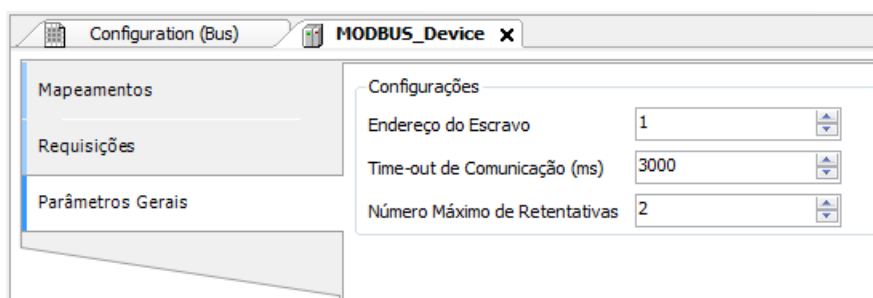

Figura 90: Tela de Configurações dos Parâmetros Gerais do Dispositivo
- Adicionar e configurar dispositivos através da aba Parâmetros Gerais, definindo endereço do escravo, time-out de comunicação e número de tentativas de comunicação como pode ser visto na Figura 90.